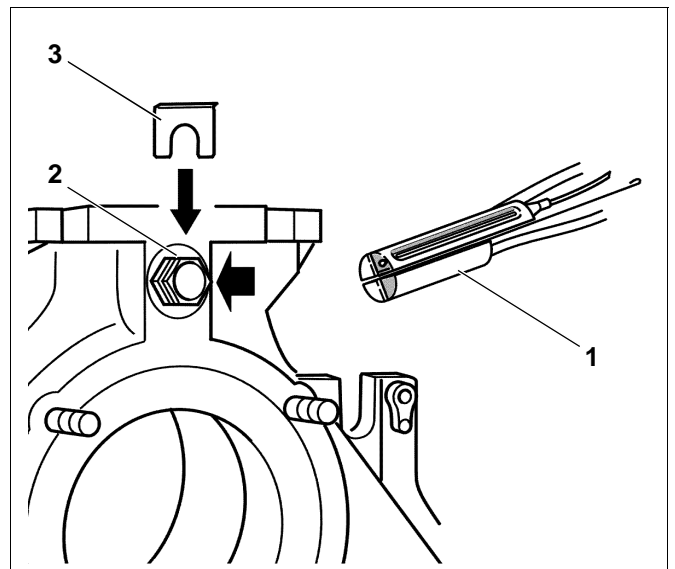

Fig. 60 Montaggio del fascio di sonde
Il fascio di sonde collegato all'apparecchio di regolazione (tre sonde ed un pezzo di riempimento fig. 60, **pos. 1**) viene immesso nella guaina d'immersione da R^{3/4}".
- Portare le sonde dei capillari ai punti di misurazione della caldaia, introdurle nella guaina d'immersione (fig. 60, **pos. 2**) e fissarle con il fermasonde (fig. 60, **pos. 3**).